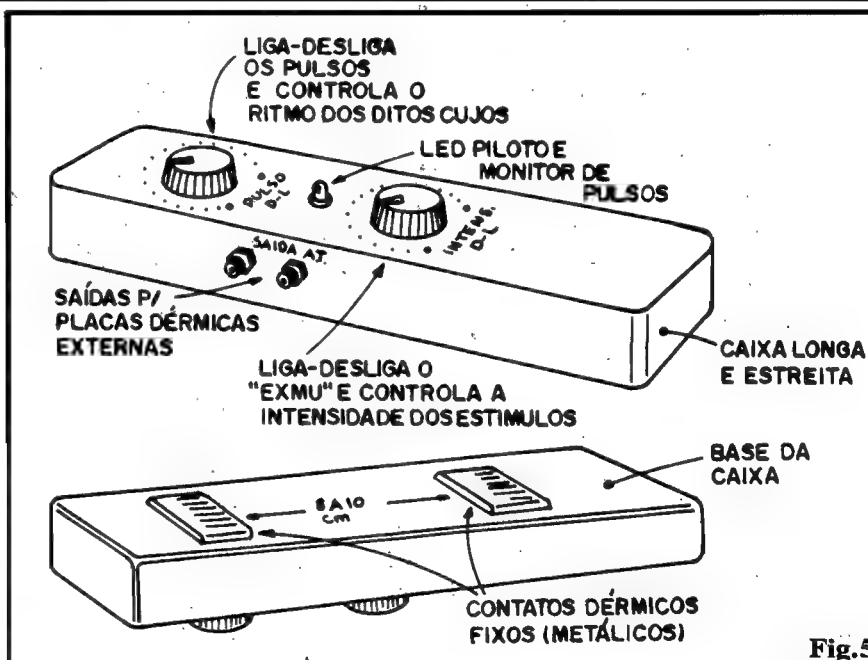
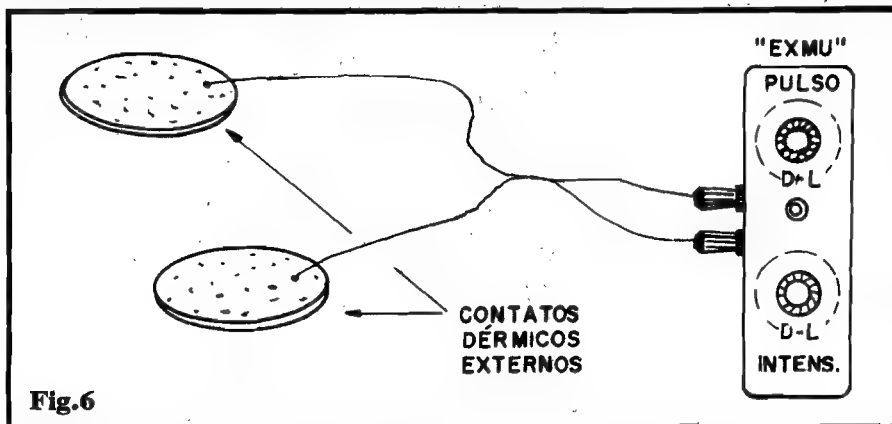

Fig.5
Fig.6
- 1 - Caixa para abrigar a montagem. Diversos **containers** plásticos, padronizados, servirão para acondicionar o circuito do EXMU. Se o Leitor/Hobbysta optar por seguir a **nossa** sugestão no **lay out** final (fig. 5), deverá providenciar uma caixa longa e estreita, cujas dimensões ficarão condicionadas, principalmente, ao transformador escolhido ou obtido.
- 2 - Pequenas superfícies metálicas (bastam cerca de 1,5 x 3,0 cm. cada) para os eletrodos "fixos" de aplicação (ver fig. 5)
- FIG. 5 - SUGESTÃO PARA O "ENCAIXAMENTO" DO EXMU - A idéia é "portabilidade máxima e grande facilidade no uso"... Assim, a solução, "leiautada" na fig. 5 nos parece a mais lógica e prática: um container plástico estreito e longo (tanto a largura quanto o comprimento finais dependerão muito do tamanho do transformador utilizado, por isso não damos "valores numéricos" para as dimensões...). Nessa configuração, o EXMU resultará num aparelho fácil de manusear, com a forma final de um bastão... Observem a colocação sugerida para as placas metálicas
FIG. 6 - OS CONTATOS DÉRMICOS (ELETRODOS) EXTERNOS - Conforme se vê das figuras 4 e 5, está prevista a possibilidade de utilização de eletrodos externos, através dos dois jaques "banana" incorporados à caixa do EXMU... Tais eletrodos poderão ser facilmente confeccionados com filtros ("ralos") de pia, em alumínio ou aço inoxidável, redondos, perfuradinhos (os furinhos ajudam a pele do local a "respirar", evitando o acúmulo de suor no local, que alteraria as condições elétricas/resistivas de aplicação dos pulsos excitadores...). No caso, os comprimentos dos cabos poderão ser condicionados por quaisquer fatores de "conforto", ou específicos para as aplicações desejadas... Detalhes práticos, como a possibilidade de "aplicação manual" (ou seja: com o fisioterapeuta segurando e pressionando os eletrodos, contra a região do corpo do paciente que deva receber o tratamento...) devem ser aqui considerados, eventualmente com a anexação de proteções isolantes, manoplas plásticas, etc., aos eletrodos. Esse tipo de contato dérmico se presta mais a aplicações em regiões do corpo que apresentem grande área, como as costas, a lateral do tronco, região lombar inferior, ao longo das coxas, etc. Já quando a lesão a ser tratada se estender por pequena área, ou situar-se nos braços e parte inferior das pernas, mãos, pés, pescoço, etc., a solução mostrada na fig. 5 nos parece a mais prática e direta... Notem, contudo, que o critério de localização exata dos eletrodos é matéria inerente aos conhecimentos profissionais do fisioterapeuta, e de ninguém mais...!